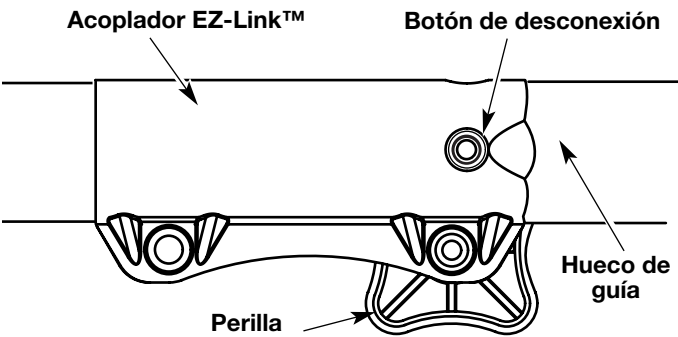

Fig. 22
**ADVERTENCIA:** Evite los arranques accidentales. Colóquese en posición de inicio cuando tire de la cuerda de arranque (Fig. 22). El operador y la unidad deben estar en una posición estable al arrancar la unidad para evitar graves lesiones personales. Compruebe que cualquier complemento usado se instale correctamente y que esté seguro, antes de poner en marcha la unidad.
1. Gire la perilla en sentido antihorario para aflojarla (Fig. 22).
2. Opima y sostenga el botón de desconexión (Fig. 22).
**NOTA:** La alineación del botón de desconexión con el hueco de guía facilitará la instalación (Fig. 22).